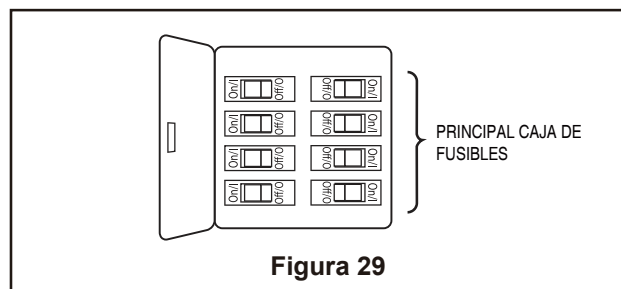

Figura 29
1. Restaure la fuente de alimentación de la toma de corriente enciendi la electricidad del fusible principal. (Figura 29)